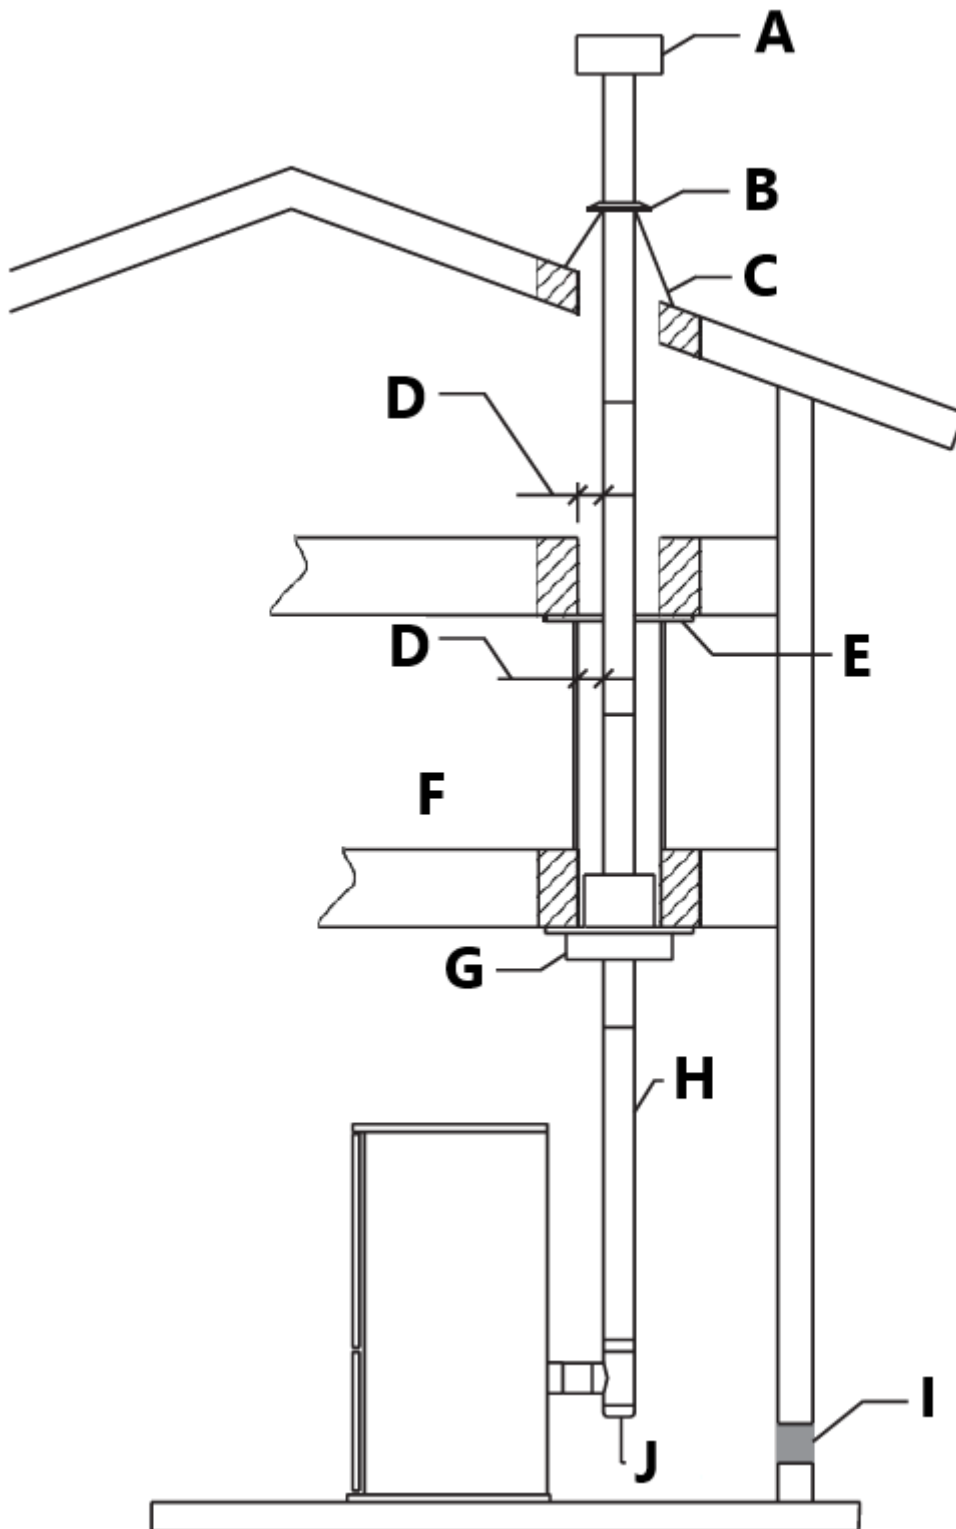

Abb. 10
- Bringen Sie die schwarze Deckenstütze unterhalb der Balkenhöhe an und befestigen Sie sie mit Spiralnägeln oder Schrauben von 4-1,5" (102 mm - 38 mm) (Abb. 10). Alternativ kann anstelle der schwarzen Deckenstütze eine Stützbaugruppe verwendet werden. Die Stützbaugruppe wird von unten in die Deckenöffnung eingepasst und mit 102 mm - 38 mm (4 -1,5") Spiralnägeln oder Schrauben an den Balken befestigt (Abb. 10).
- Brandabschottungen sind erforderlich, wenn die Entlüftung einen Boden oder eine Decke durchdringt. Schneiden Sie ein Loch in der entsprechenden Größe in die Decke/den Boden und installieren Sie den Firestop von oben oder unten am Balken. Befestigen Sie den Firestop mit Nägeln an den Ecken (Abb. 10).